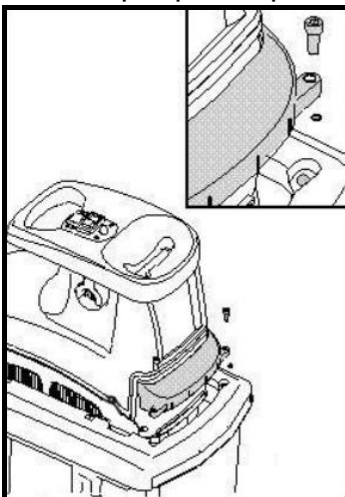

Fig.9
8. Fixez la plaque de positionnement au socle à l'aide de deux vis. (Fig. 9)